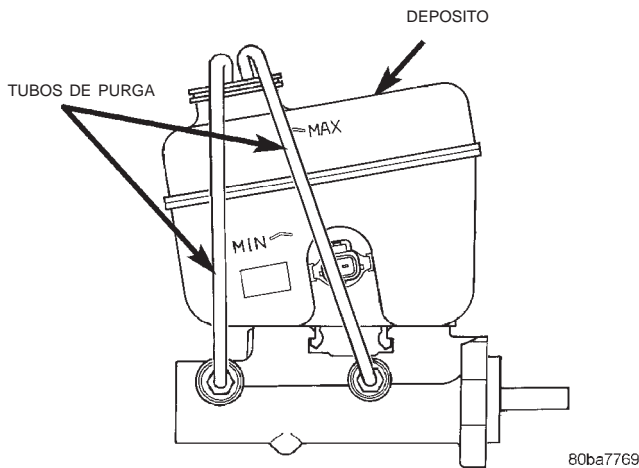

Fig. 11 Purga del cilindro maestro
(2) Fije los tubos de purga a los orificios de salida del cilindro. Luego coloque los extremos de cada tubo en la parte inferior del depósito (Fig. 11).
(3) Llene el depósito con líquido de frenos nuevo.
(4) Oprima los pistones del cilindro hacia adentro con la espiga de madera. Luego suelte los pistones y permita que retornen por la presión del muelle. Repita esta operación hasta que no aparezcan más burbujas de aire en el líquido.